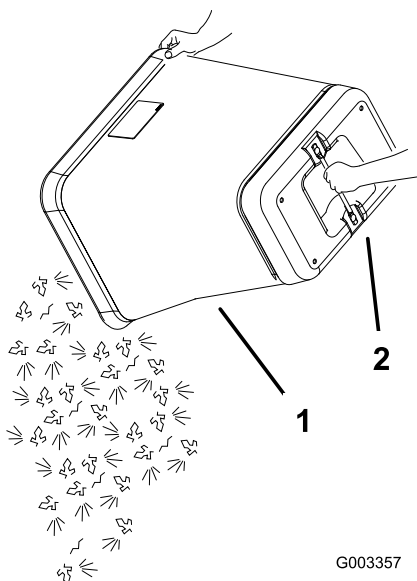

Figura 38
6. Segure a pega na parte inferior do saco e vire-o para esvaziar o saco (Figura 38).